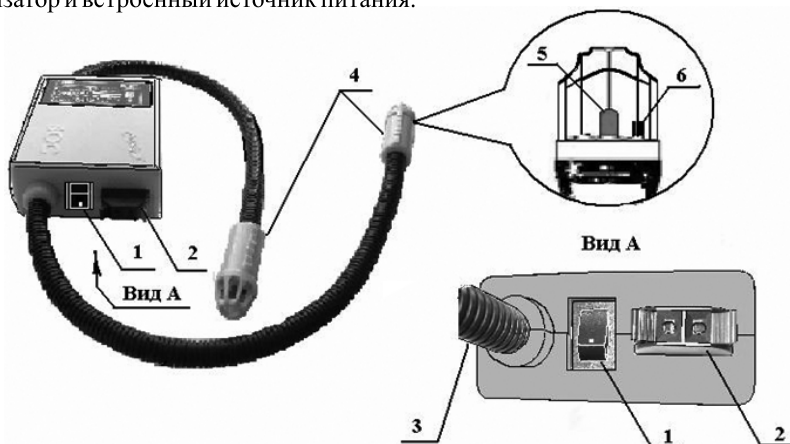
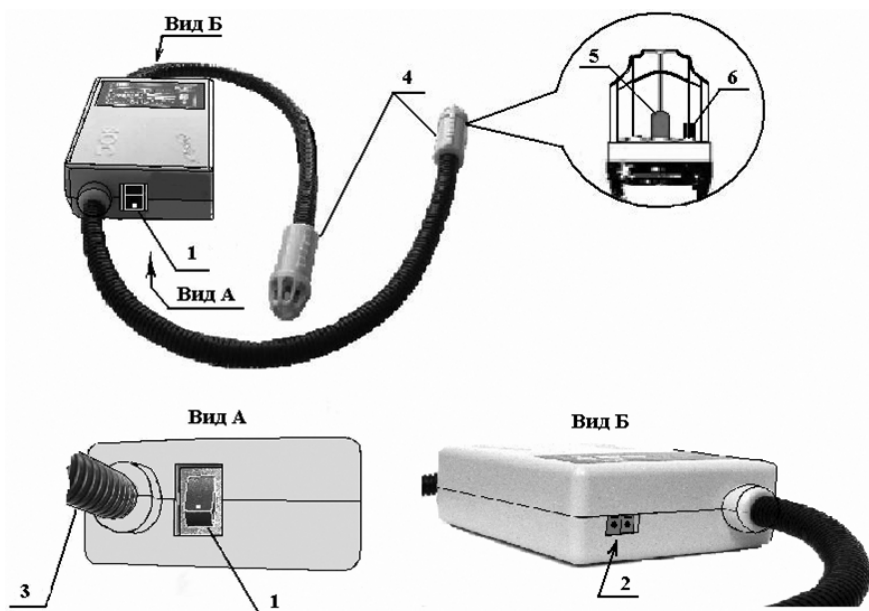

Рис. 1. Внешний вид «БОС» (вариант исполнения №1)
Рис. 2. Внешний вид «БОС» (вариант исполнения №2)
4.1. Изделие состоит из корпуса с выносными элементами контроля и индикации. Внешний вид Изделия приведен на рис. 1 и рис. 2 (в зависимости от варианта исполнения).
Цифрами на рис. 1 и рис. 2 обозначены: